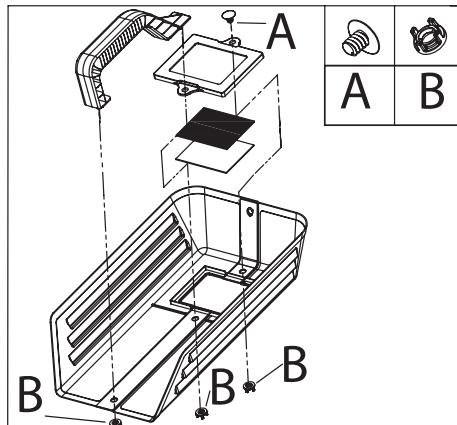

Fig.2
Pour assembler l'écran de protection pour le visage (FIG. 2), placer avant tout l'écran de protection en plastique dans le logement spécial en le fixant par les deux vis de fermeture. Positionner la poignée en la fixant dans le logement du corps de protection, la presser énergiquement et la tourner de 90° jusqu'à ce quelle atteint le trou dans le corps de protection.
- Si on utilise des bouteilles (S), il faut enlever le couvercle de protection en plastique du sommet fileté de la bouteille et serrer bien le réducteur du gaz (T) dans le sens des aiguilles d'une montre (ne pas serrer le réducteur trop énergiquement). Insérer le tube en plastique du gaz (fig. 2, Q) dans le réducteur (l'introduire pour tou-
- te sa longueur). Note: pour enlever le tube du gaz du réducteur, il suffit de pousser en arrière la bague (U) et de tirer. L'opération du manodétendeur, utilisé avec des bouteilles non rechargeables, se base sur l'action d'une aiguille manoeuvrée par une poignée située au-dessus d'une plaque graduée de 0 à 6 qui agit sur le clapet de la bouteille. En tournant la poignée sur 0, le flux de gaz s'arrête; avant de commencer le soudage, porter la poignée sur 3 ou 4 pour obtenir un flux de gaz de 2/3 litres/minute. Pour utiliser entièrement la bouteille de gaz, il faut toujours maintenir un flux minimum de gaz (2/3 litres/minute). Ce flux est suffisant pour obtenir un bon soudage sans porosités. Le manodétendeur est doté d'un clapet de sûreté qui entre automatiquement en fonction si la pression change.
- Si on utilise une bouteille rechargeable, il faut insérer le tube de plastique du gaz (Q) dans un adaptateur pour bouteilles de gaz grandes (V). Raccorder l'extrémité de l'adaptateur à un tuyau souple du gaz 6mm et le raccorder à la sortie du manodétendeur monté sur la bouteille rechargeable. Le manodétendeur est utilisé pour contrôler le flux du gaz qui devrait être d'environ 2/3 litres/minute.